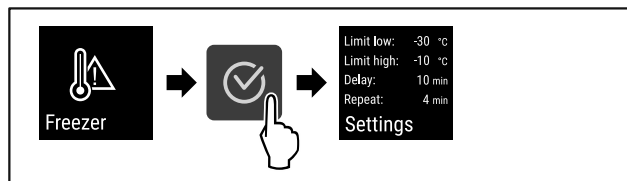

Fig. 102
- Complete steps (see Fig. 102).